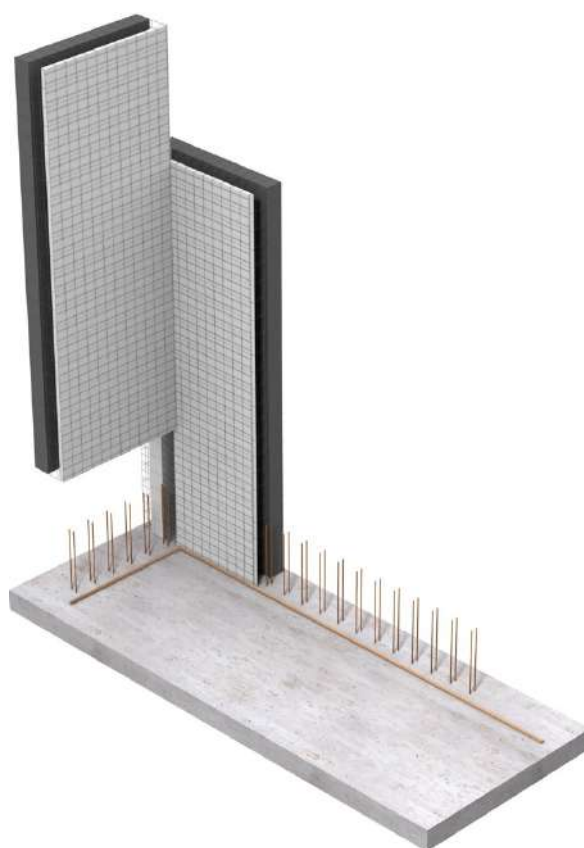

Figura 15 Instalar el módulo que completa una esquina.
Paso 2: Colocar el módulo que completa la esquina, figura 15.